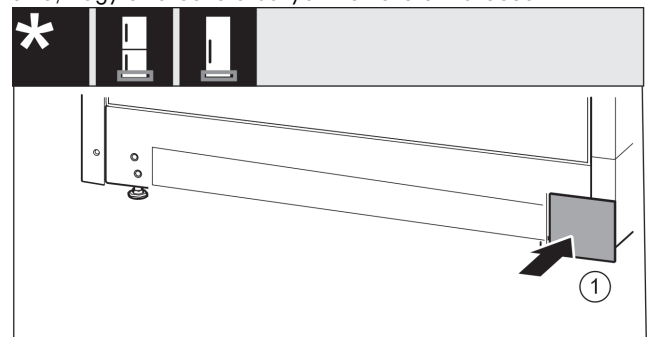

Fig. 23
- Tegye vissza a fedelet Fig. 23 (1) a másik oldalra.